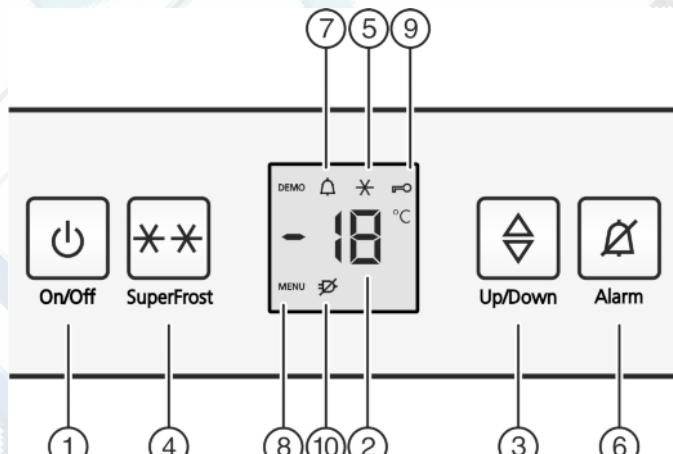

Fig. 2
- Нажмите кнопку On/Off Fig. 2 (1).
- ▷ Устройство включено. Индикатор температуры и символ "Alarm" Fig. 2 (7) мигают, пока температура не станет достаточно низкой.
- Активация режима настройки: Нажмите кнопку SuperFrost Fig. 2 (4) и удерживайте ее прим. 5 секунд.
- ▷ На индикаторе будет отображаться символ «Меню» Fig. 2 (8).
- Для подтверждения нажать и отпустить кнопку «SuperFrost» Fig. 2 (4).
- ▷ На индикаторе горит символ «Защита от детей» Fig. 2 (9).
- нажмите и отпустите кнопку "On/Off" Fig. 2 (1).
- ▷ Символ «Защита от детей» Fig. 2 (9) гаснет.
- Нажмите кнопку Alarm Fig. 2 (6).
Одновременно мигает индикация температуры и символ тревоги Fig. 2 (7).
Звуковой сигнал выключается автоматически, символ аварийного сигнала Fig. 2 (7) выключается и индикатор температуры перестает мигать, если температура снова становится достаточно низкой.